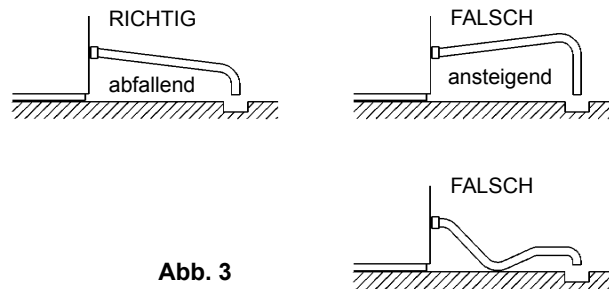

Abb. 3
- * Um einen Rücklauf in den Vorratsbehälter zu verhindern muß die Ablaufleitung wie in Abb. 3 ausgelegt sein.
3) Den grauen, flexiblen Ablaufschlauch (Zubehör) wie gezeigt an den R3/4-Anschluß auf der Rückseite des Eisbereiters festschrauben, dabei wieder darauf achten, daß der Gummidichtungsring sicher eingepaßt ist. Verbindung von Hand festschrauben. Dieser Schlauch kann zum Abfließen in einen Kanal auf die richtige Länge zugeschnitten werden (Abb. 3).